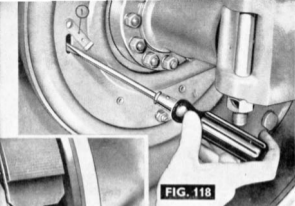

FIG. 118
REMAFSTELLING (Fig. 118 en 119)
1. Zet de afdekplaat terug (1).
2. Steek een schroevendraaier door het gat (Fig. 118) en zet de afsteller (naar het midden van de trekker), tot dat het wiel geblokkeerd wordt.